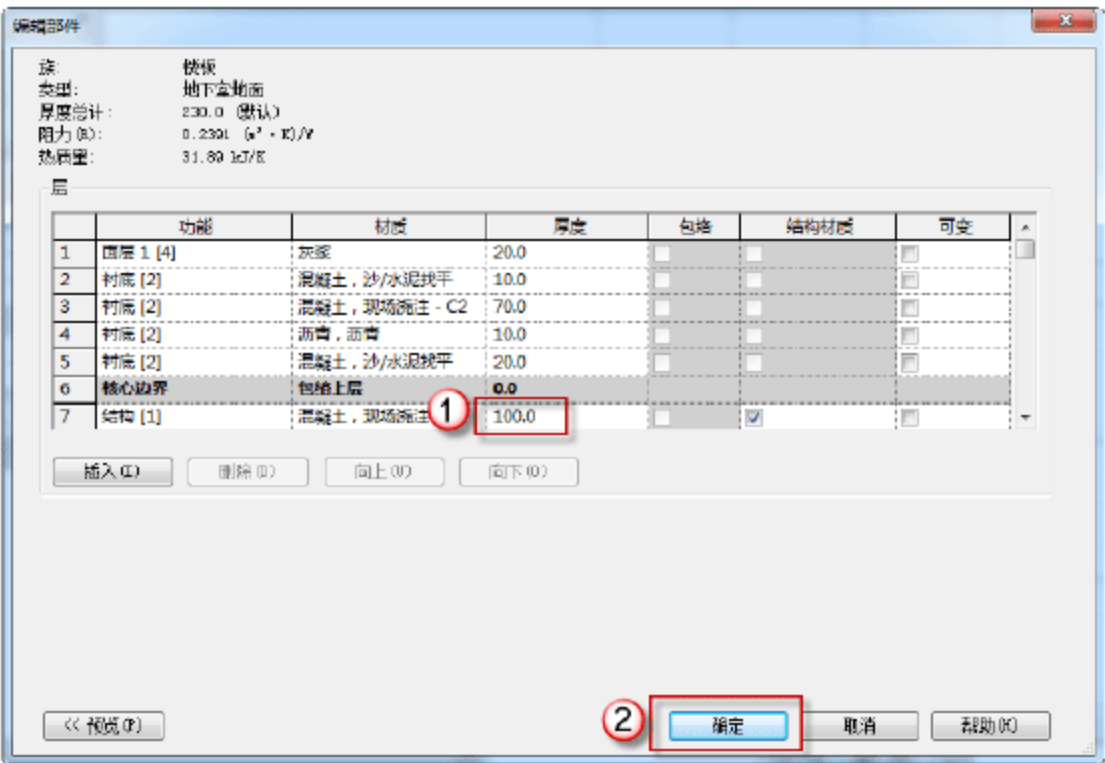

图 9.2.16 设置“结构[1]”的厚度
(14) 设置“结构[1]”的厚度。在返回的“编辑部件”对话框中，在“厚度”参数下，将结构[1]的厚度由“150mm”改为“100mm”，单击“确定”按钮，如图 9.2.16 所示。